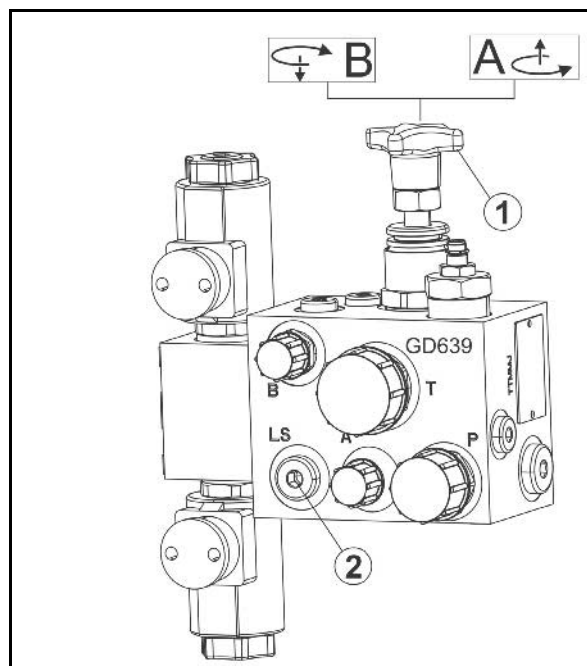

图 116
5. 将半轴推回或拉出到所需位置。为此，确定机架 (图 116/1) 到喷杆式喷雾机车轮中心的尺寸 x 并推入或拉出半轴。